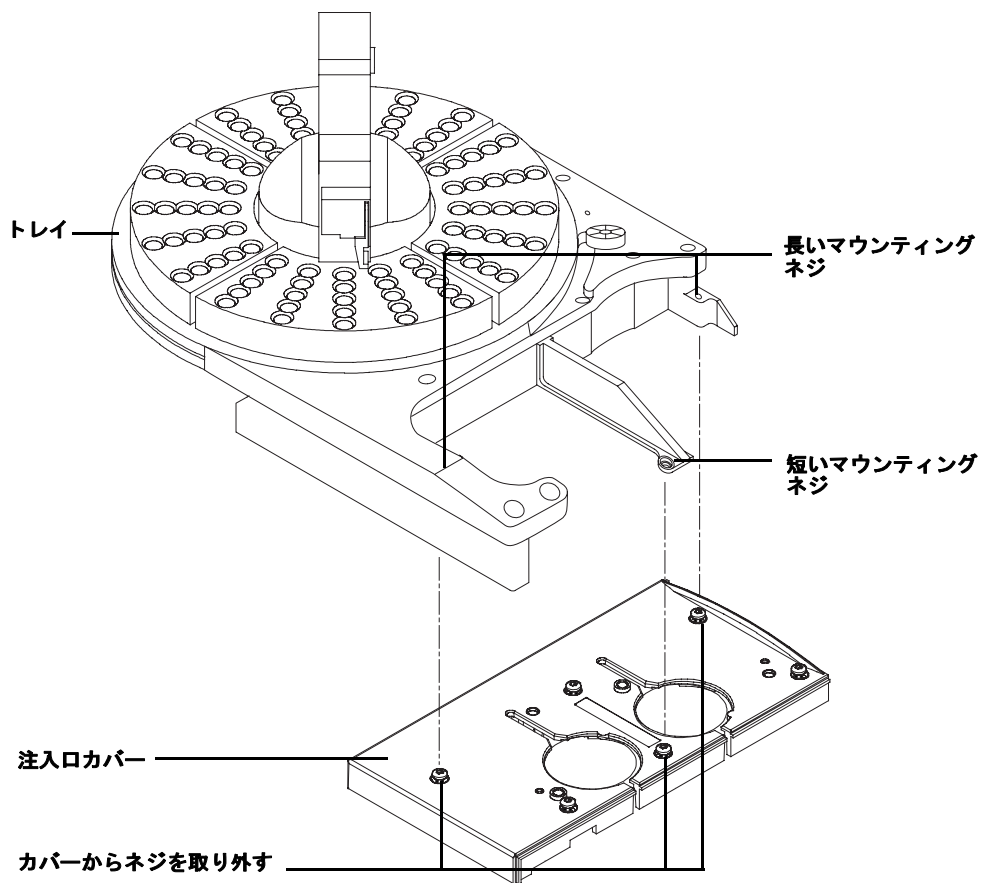

図12 トレイを取り付ける
- 5 注入口カバーの3本のトルクスネジを取り外します(図12)。